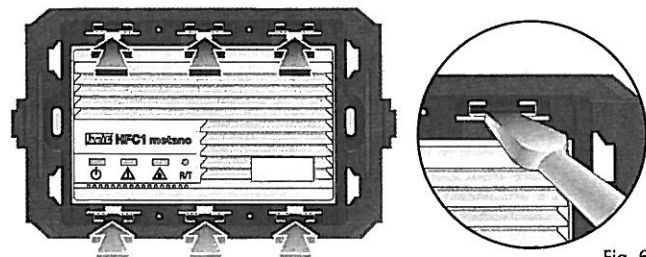

Fig. 6
- Con un cacciavite esercitare una lieve forza sui gancetti situati sul telaio come illustrato in Fig. 6 e contemporaneamente spingere il rivelatore verso l'interno del telaio per estrarlo dalla sede.